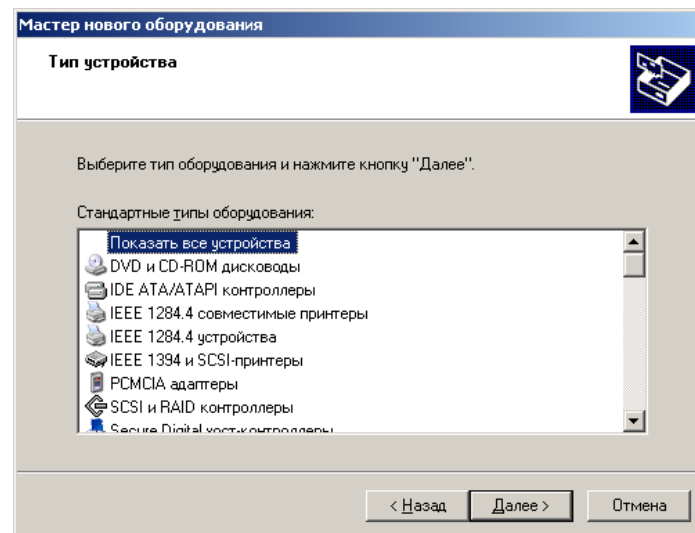

Рис.12. Выбор типа устройства
5) Отметить последний пункт **"Не выполнять поиск. Я сам выберу нужный драйвер"** и нажать кнопку **"Далее"**. Появится страница выбора типа устройства (рис.12).